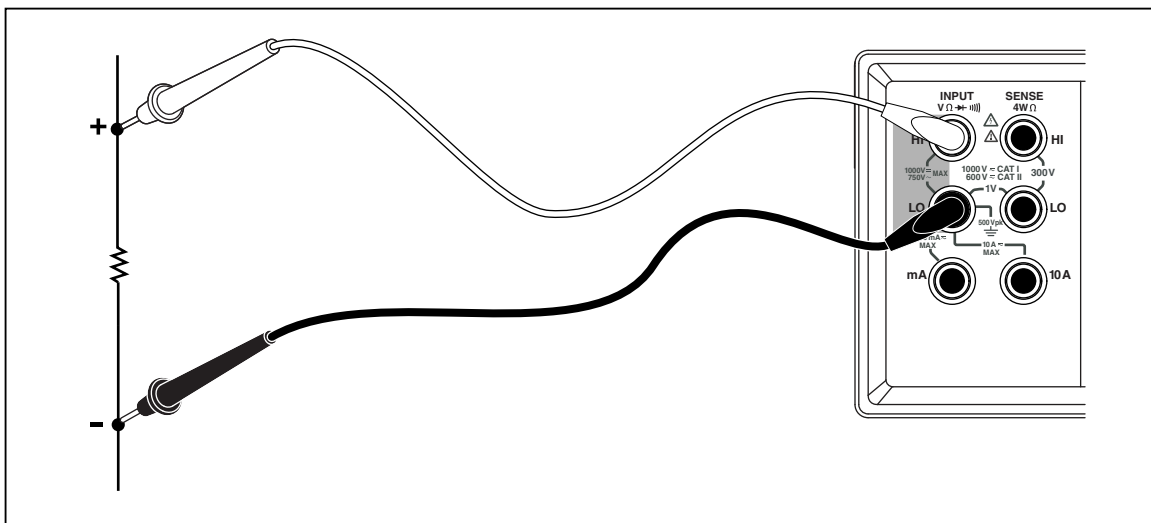

Abbildung 3-5. Zweileiter-Widerstandsmessung
1. Die Messleitungen gemäß Abbildung 3-5 zwischen dem Messgerät und dem zu messenden Stromkreis anschließen.